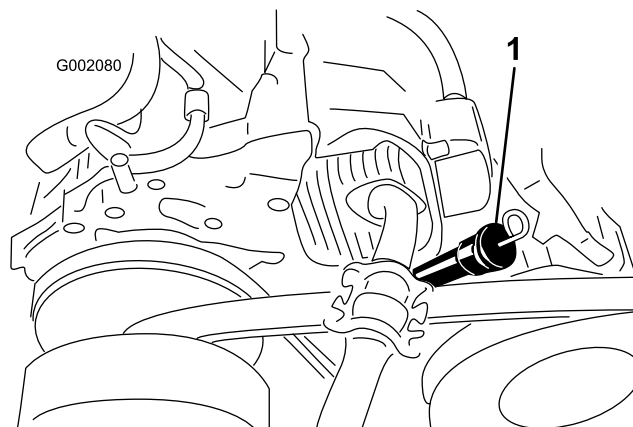

Figure 10
2. Nettoyez la surface autour de la jauge d'huile (Figure 10 pour les modèles n° 07266TC, 07279 et Figure